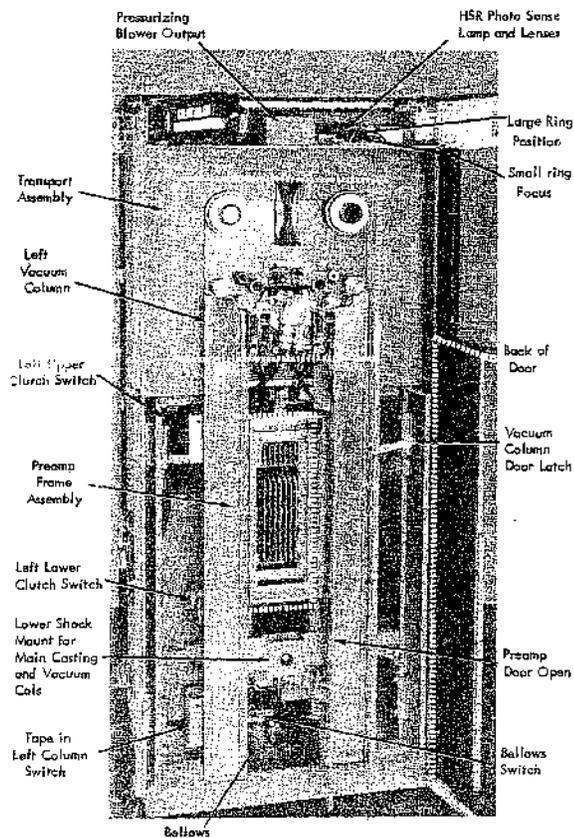

Figure 3-15. Front View, Tape Unit
3.3.1 VACUUM COLUMNS (Abb. 3-15)
Reinigen Sie die Innenflächen mit einem faserfreien Tuch und "Tape Cleaner". Entfernen Sie Tape-Reste und Schmutz von den Sieben unten in den Columns (Abb. 3-15).